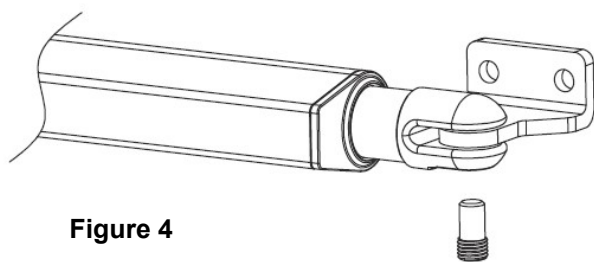

Figure 4
5. Déverrouillez le moteur pour sortir complètement la tige du vérin à l'aide d'une batterie en branchant directement les fils blanc et jaune du moteur et faites-la rentrer sur environ 1 cm. Fermez ensuite le portail jusqu'à la butée d'arrêt au sol. Déterminer ensuite les points de fixation de l'étrier avant (**figure 4**). Mettez en place l'étrier avant à l'aide d'une fixation.